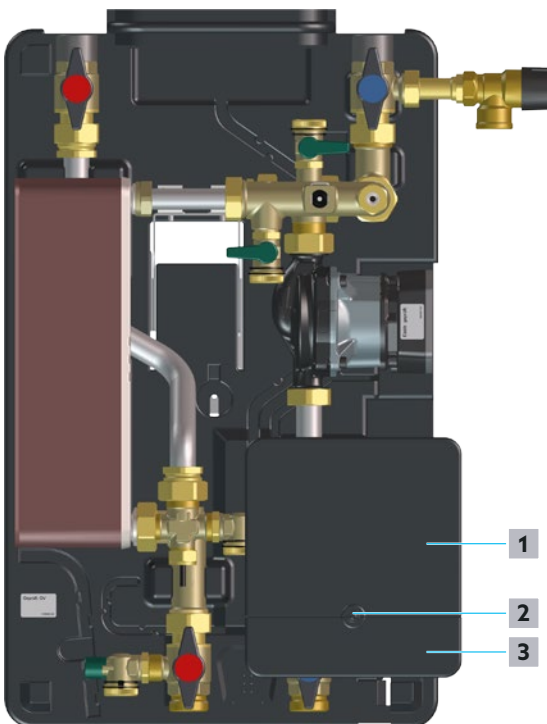

Abb. 29: Regler öffnen
- 4 Lösen Sie die Schraube (siehe Position 2 in Abb. 29 auf Seite 42) und legen Sie diese beiseite.
- 5 Schieben Sie die Abdeckung-Anschlusspanel (siehe Position 1 in Abb. 29 auf Seite 42) über die Rastnasen hinaus nach oben.